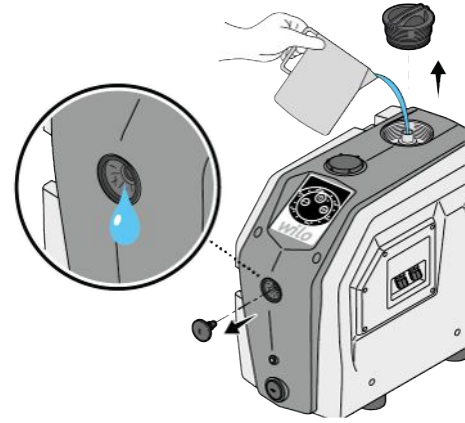

Fig. 9: Doldurma
- Havalandırma deliğinden su çıkana kadar (Fig. 9) ürünü su ile (yakl. 1,5 L) doldurun.